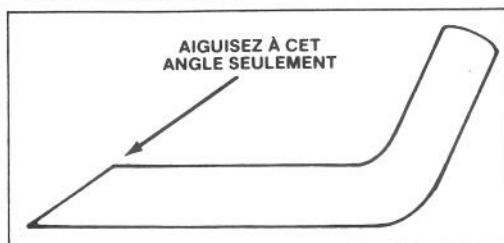

Figure 15
6. AIGUISAGE DE LA LAME — A l'aide d'une lime, aiguissez le tranchant aux deux extrémités de la lame (Fig. 15). La lame restera équilibrée si vous enlevez la même quantité de métal des deux extrémités de la lame.